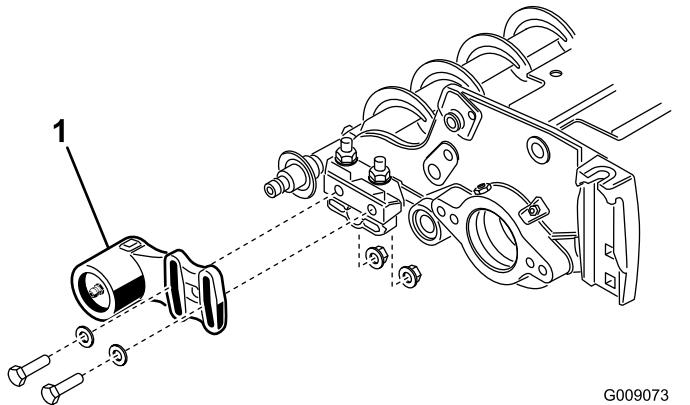
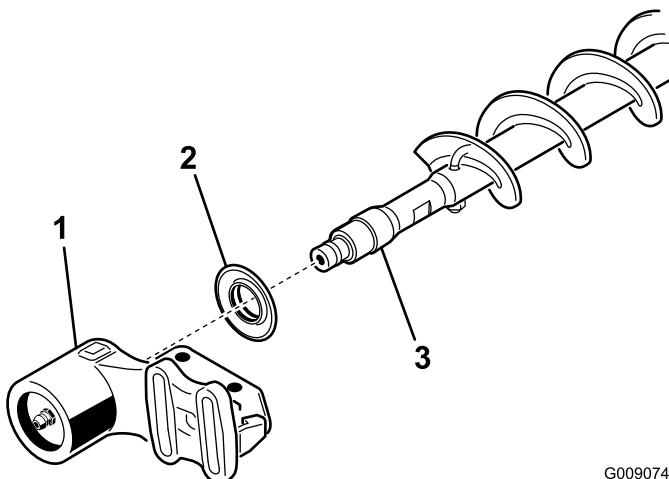

Figura 36
Figura 37
1. Si hay un cepillo del rodillo instalado en la unidad de corte, retire los 2 pernos, arandelas y tuercas que sujetan el alojamiento del cojinete sin motor al soporte de montaje del alojamiento del cojinete (Figura 36) y (Figura 37).
2. Retire el alojamiento del cojinete sin motor, y el retén, del eje del cepillo (Figura 37).
9. Instale el retén y el alojamiento del cojinete sin motor sobre el eje del cepillo (Figura 37).